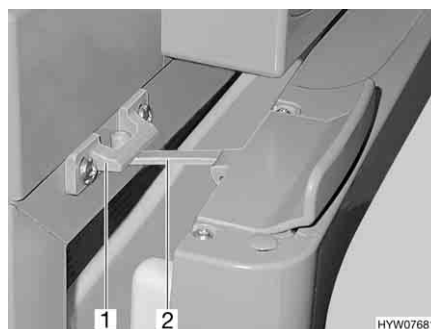

Fig. 202 Porta del frigorifero in posizione di ricircolo d'aria (Thetford)
- Aprire il bloccaggio (Fig. 202,2) e innestarlo nella sede di bloccaggio (Fig. 202,1). In questo modo la porta del frigorifero rimane ferma in posizione socchiusa.